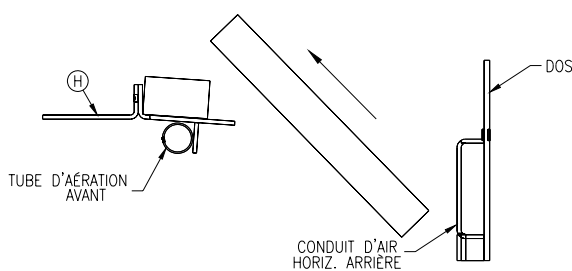
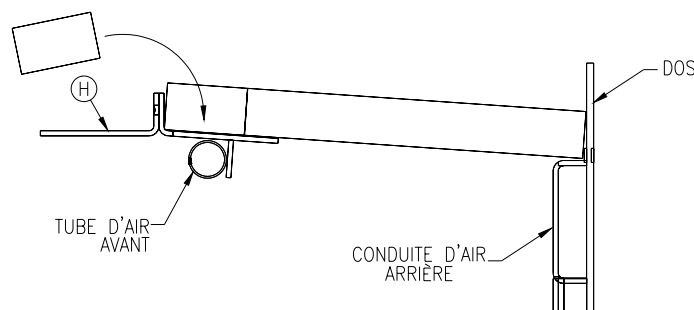

Figure 3.2c
Figure 3.2e
4. En commençant par la pose des briques sous les panneaux du déflecteur, installez les quatre briques entières (1,25 x 4,50 x 9,00") en plaçant la ou les brique(s) sous le support du déflecteur (H). Soulevez l'avant de la brique par-dessus le support et déplacez-la vers l'avant, puis soulevez la partie arrière de la brique et faites-la reposer sur le conduit d'air arrière horizontal (voir les figures 3.2c et 3.2d). La partie avant des briques doit donc reposer sur la partie arrière du support (voir la fig. 3.2e).